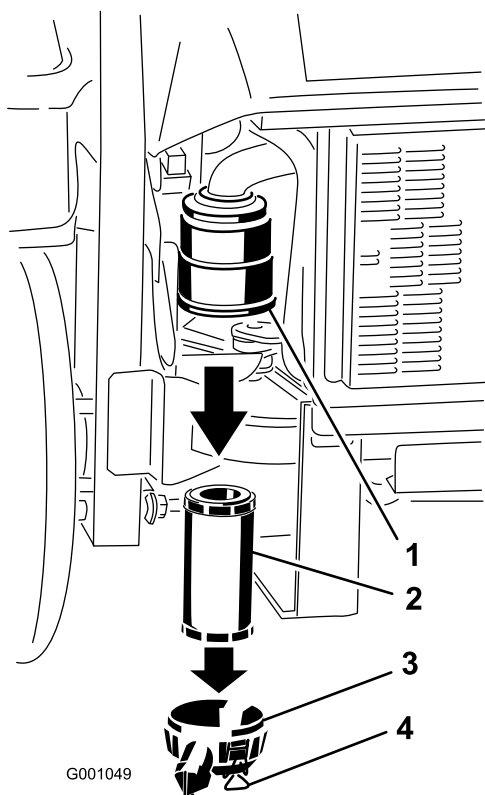

Figura 54
3. Liberte os trincos do filtro de ar e empurre a cobertura do filtro de ar para fora do corpo do filtro de ar (Figura 54).
5. Deslize suavemente o filtro para fora do corpo do filtro (Figura 54).